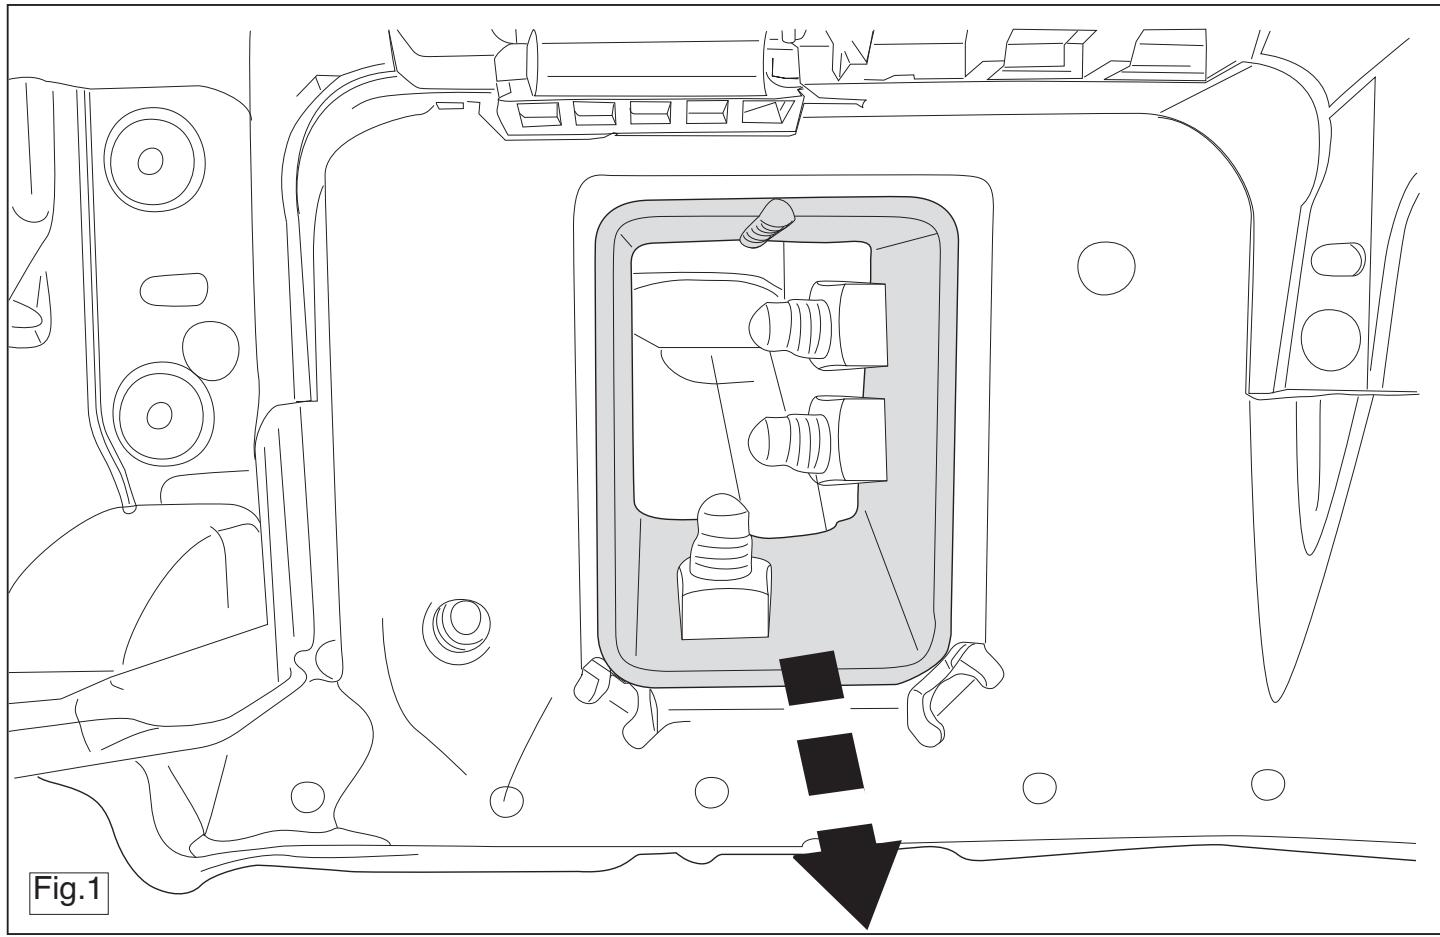

Fig.1
- Удалить арматурную трубу из балок шасси. (на рис. 1)